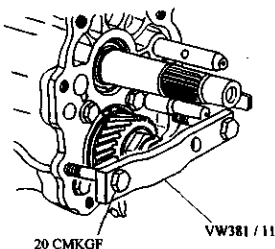

图 3-132 锁住输入轴
②锁住输入轴, 如图 3-132 所示。
③将从动锥齿轮转至挡块处, 将百分表的指针对准零。倒转从动锥齿轮, 读出齿面间实际的间隙, 将测得的值记录下来。
④松开输入轴, 转动专用工具  $\text{VW521/4}$  和  $\text{VW521/8}$  约  $90^\circ$  (差速器也转动  $90^\circ$ )。
24) 装上差速器, 重新测量齿面间的啮合间隙, 见图 3-132 所示。